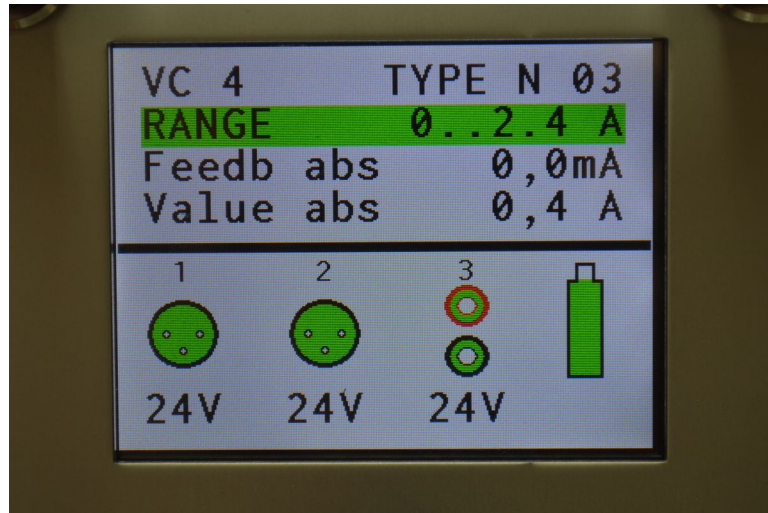

Bild 3: Analogausgang (und alle Schaltausgänge) geschaltet
Über die linke Taste „**Enable**“ (2) wird der analoge Sollwertausgang zu- oder abgeschaltet. Die Zeile des Parameters „Range“ wird bei eingeschaltetem Sollwert grün hinterlegt (siehe Bild 3).